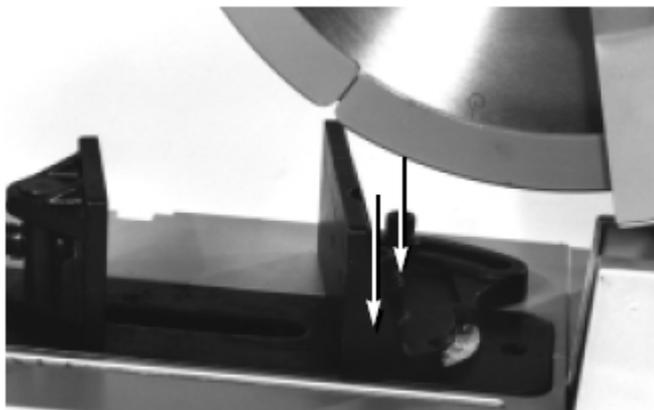

图2 — 虎钳角度调整
1. 干切锯配有双手柄操作的虎钳，调节角度左右可达 45° 至 90° 之间。调节虎钳时，先松动夹片外的两个螺栓，调至所需的角度（见图2），然后拧紧螺栓，并锁定到位。